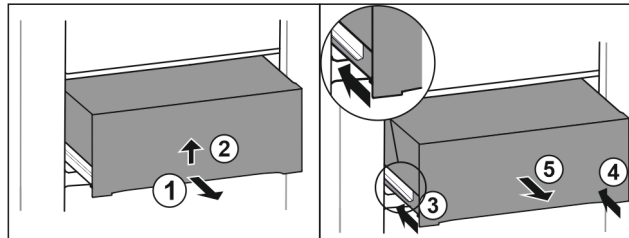

Fig. 47
- ▶ Schubfach halb herausziehen. Fig. 47 (1)
- ▶ Schubfach an der Unterseite anheben. Fig. 47 (2)
- ▶ Linke Schiene einschieben. Fig. 47 (3)
- ▶ Rechte Schiene einschieben. Fig. 47 (4)
- ▶ Schubfach nach vorne entnehmen. Fig. 47 (5)